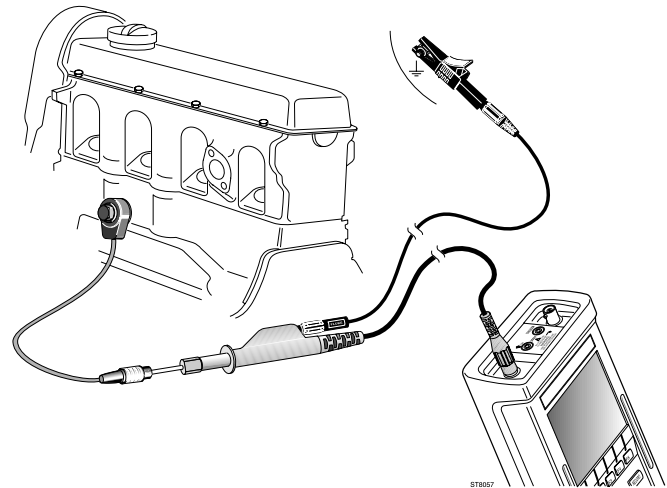

Bild 59, Testen eines Klopfensors
3. Schließen Sie die Meßleitungen so an, wie dies von der Funktion **Anschlußhilfe** und in Bild 59 dargelegt wird.